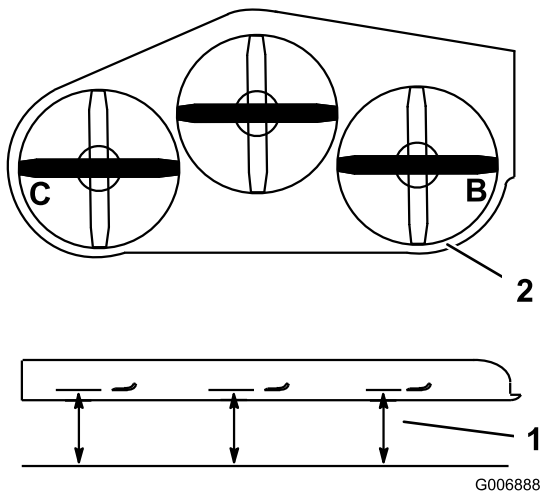

Figura 80
1. Coloque la cuchilla derecha en posición lateral (Figura 80).
2. Mida la cuchilla derecha en la posición **B** desde una superficie nivelada hasta el filo de corte del extremo de la cuchilla (Figura 80).
4. Coloque la cuchilla izquierda en posición lateral (Figura 80).
5. Mida la cuchilla izquierda en la posición **C** (Figura 80) desde una superficie nivelada hasta el filo de corte del extremo de la cuchilla.